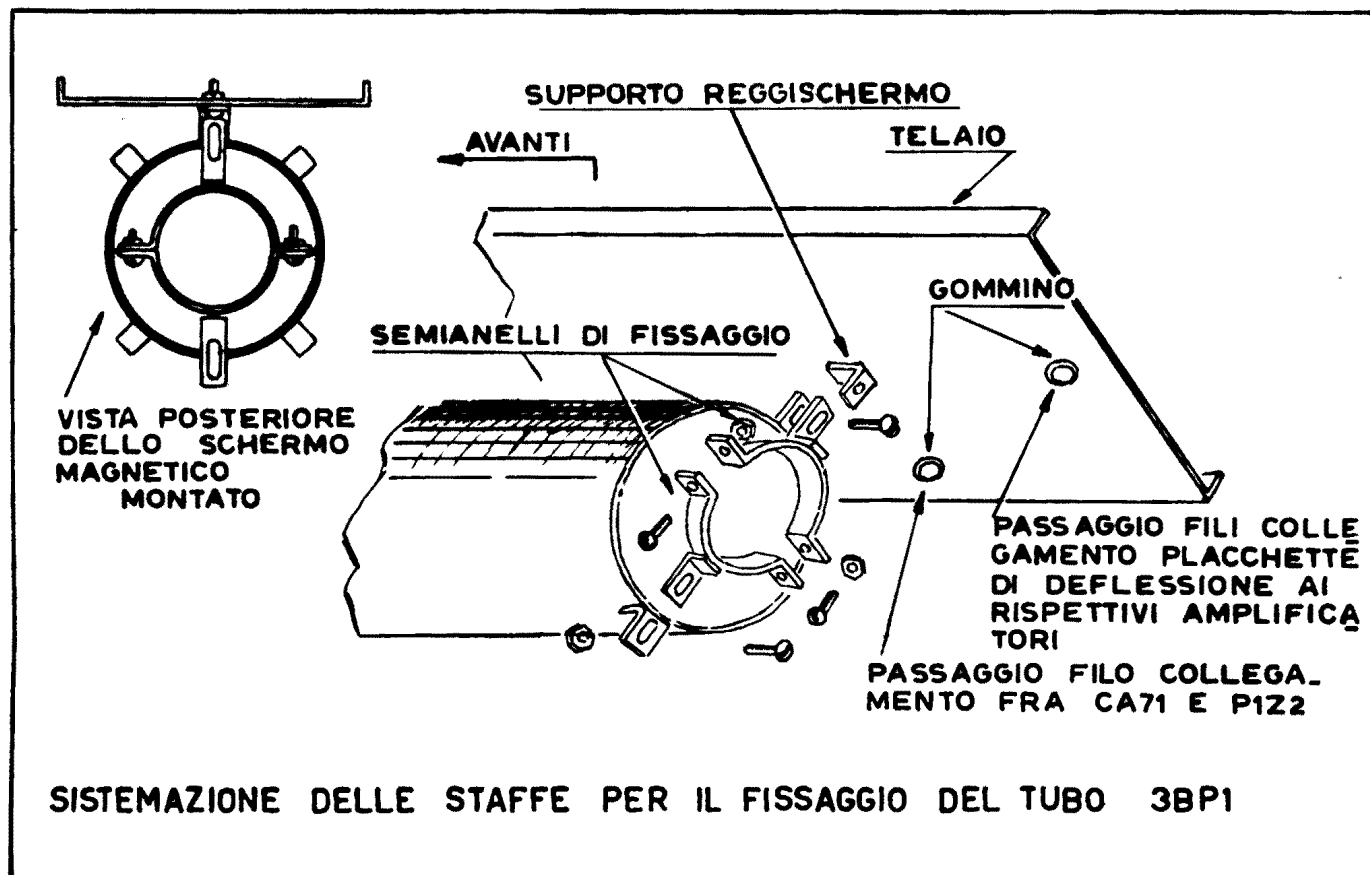

Fig. 17
f) - FISSI IL PICCOLO ANGOLARE, CHE SERVE COME SUPPORTO REGGISCHERMO, AL TELAIO MEDIANTE UNA VITE DI DIAMETRO 3 mm E DI 10 mm DI LUNGHEZZA (fig. 17).
g) - DISPONGA I DUE SEMIANELLI PER IL FISSAGGIO DEL TUBO OSCILLOSCOPICO SEGUENDO IL DISEGNO DI FIG. 17.
In fig. 17 è indicato il punto ove questo filo deve passare.
Il filo deve essere lungo circa 16 cm. Esso serve per portare la tensione di deflessione alla placchetta O2. Per il passaggio del filo osservi la fig. 17.